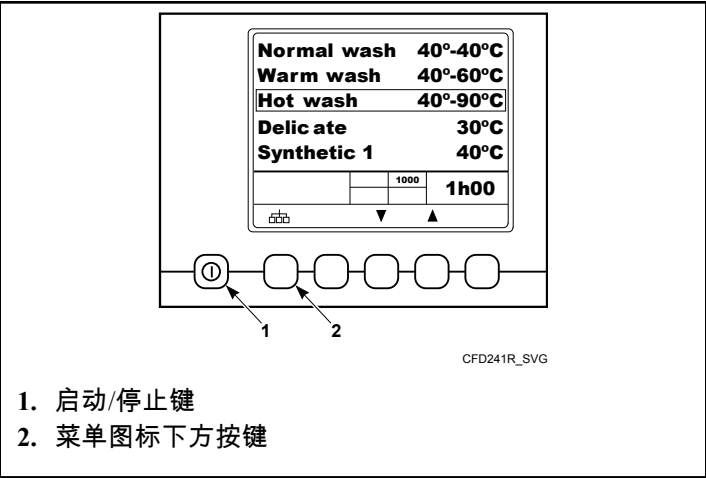
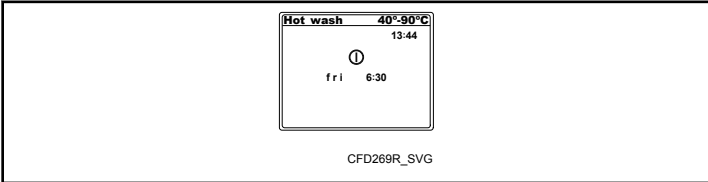

图 19
图 42
1. 进入功能菜单，请按下并释放菜单图标下方的按键。参见图 19。
6. 退出转速调节屏，请按下 Start/Stop (启动/停止) 键。参见图 19。
2. 按负荷而定的洗涤功能可根据吸水性或水位计量装载量。根据吸水性测量装载量，请按下 Start/Stop (启动/停止) 键。参见图 19。
- 7. 退出按负荷而定的洗涤屏幕，请按下 Start/Stop (启动/停止) 键。参见图 19。
9. 退出浸泡屏幕，请按下 Start/Stop (启动/停止) 键。参见图 19。
6. 按下 Start/Stop (启动/停止) 键。参见图 19。预定义周期启动时间确认屏幕将出现。参见图 42。
3. 退出功能菜单，请按下 Start/Stop (启动/停止) 键。参见图 19。